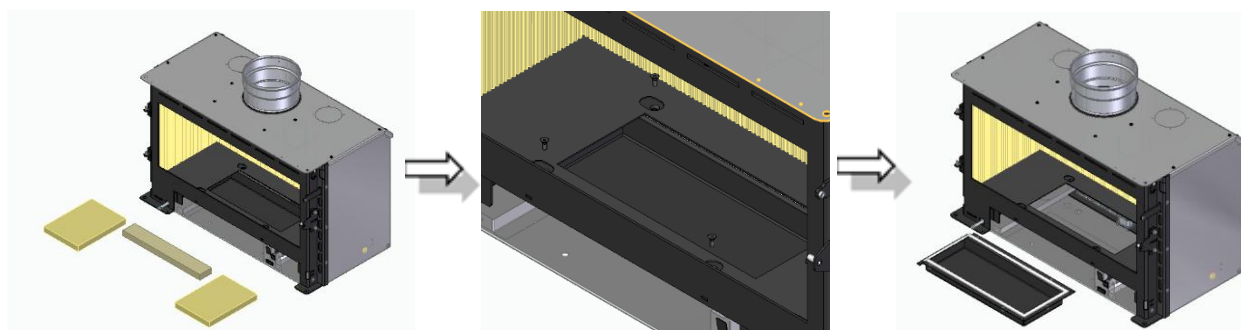

Figura 44 – Retirada de la vermiculita del fondo y del cajón
c. Retire la vermiculita del fondo del interior de la cámara de combustión y luego afloje los tornillos inferiores que fijan la caja, a su vez la caja después de aflojarse, sale por debajo del equipo, ver Figura 44.